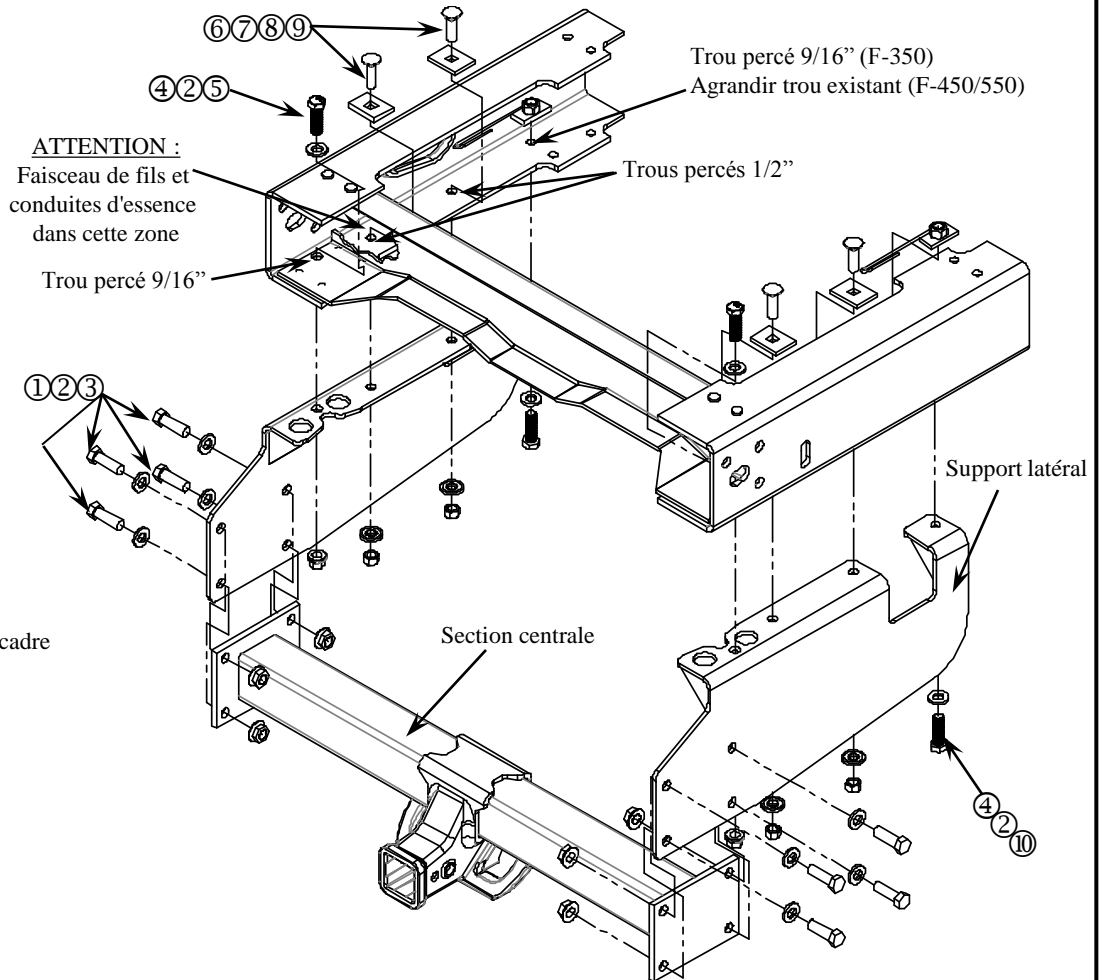

FIGURE 1
4. INSTALLER LÂCHEMENT LES PIÈCES DE FIXATION DES SUPPORTS LATÉRAUX SUIVANT LA FIGURE 1.
5. SOULEVER LA SECTION CENTRALE EN POSITION ET INSTALLER LES PIÈCES DE FIXATION SUIVANT LA FIGURE 1.